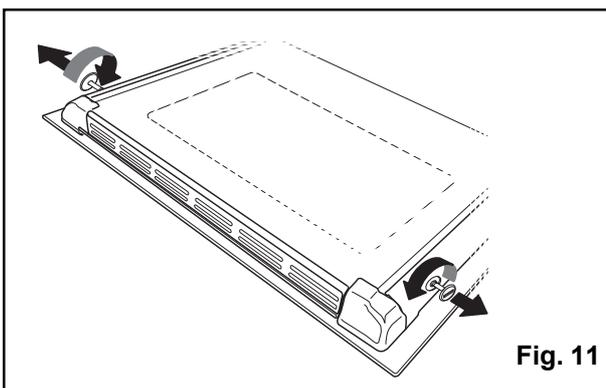

Fig. 11
6. Retirez les deux vis situées sur les côtés de la porte du four (Fig. 11).